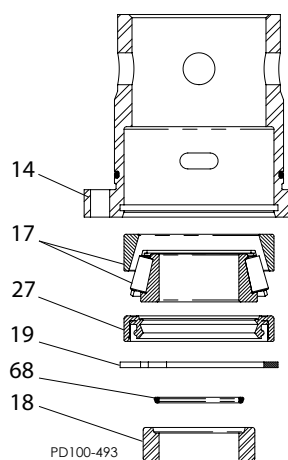

Рисунок 43 - Нажмите на вал без заднего подшипника
2. При помощи корпуса подшипника, поддерживаемого как показано в Рисунок 43, нажмите на вал без заднего подшипника (позиция 17), корпуса подшипника (позиция 14), уплотнительного кольца уплотнительной втулки (позиция 68) и уплотнительной втулки (позиция 18).